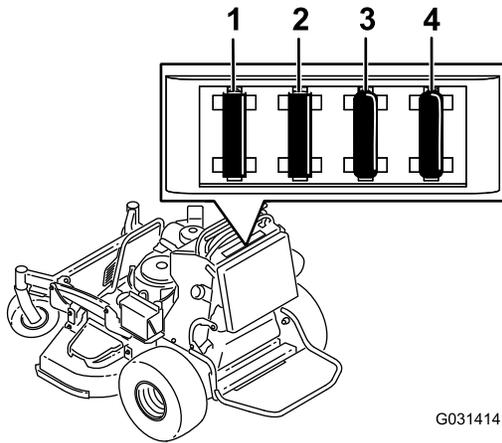

Figura 57
4. Extraiga el fusible y sustitúyalo (Figura 57).